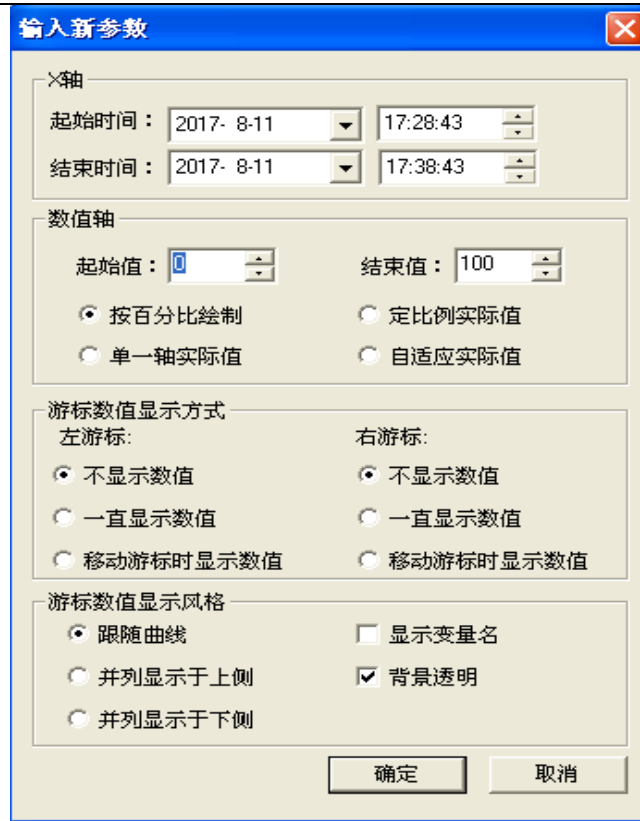

图 6-18
**设置参数：**单击此按钮弹出参数设置对话框，如图 6-18 所示。